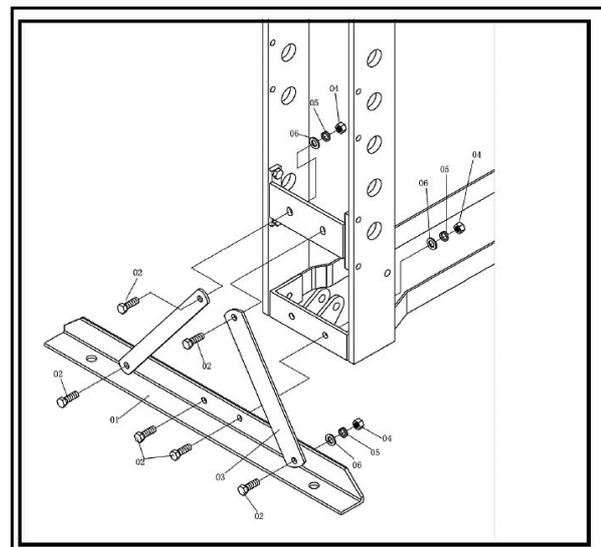

Abb. 9: Querfuß montieren
Schritt 2: Manometer und Dichtring am Verteiler fest anschrauben (siehe Abb. 9 und Abb. 10). Die Verbindung muss dicht sein, damit kein Öl auslaufen kann.